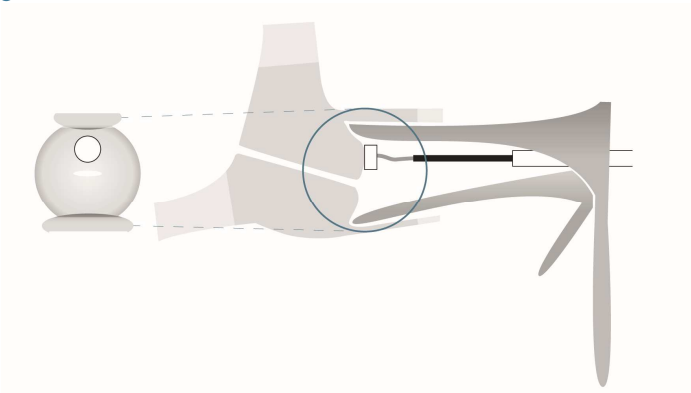

ABBILDUNG 17: Die Messposition ist auf dem vorderen Muttermund, auf der 12-Uhr-Position.
- 6) Vergewissern Sie sich, dass die Sonde auf den vorderen Muttermund in der 12-Uhr-Position aufgesetzt werden kann (ABBILDUNG 17).
- 7) Vergewissern Sie sich, dass keine Kontraindikationen vorliegen (**Kapitel 1.10 - Kontraindikationen**). Führen Sie keine Messung durch, falls eine Kontraindikation vorliegt oder der Messbereich aus anderen Gründen nicht zugänglich ist (ABBILDUNG 17).